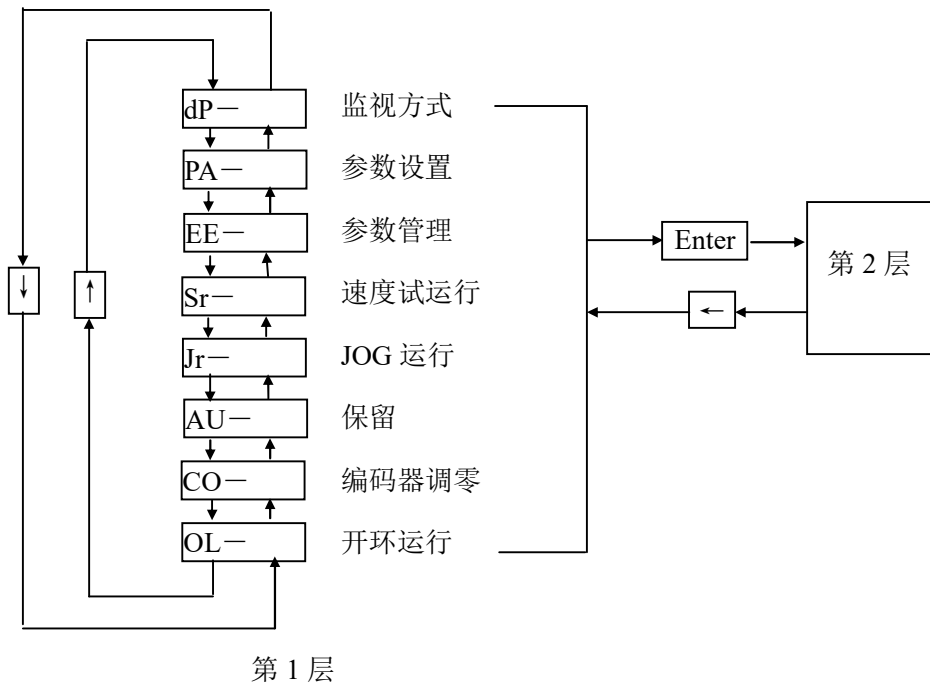

图 6-1 方式选择操作框图
- 操作按多层操作菜单执行，第一层为主菜单，包括八种操作方式，第二层为各操作方式下的功能菜单，见图 6-1。